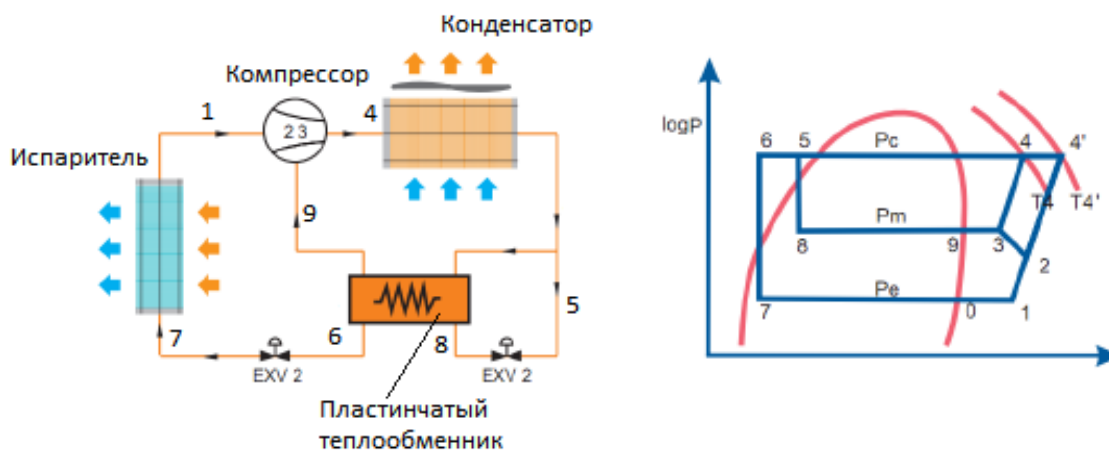

Рис.1.11
- Применение дополнительного пластинчатого теплообменника (рис.1.11) и электронно-расширительных клапанов обеспечивает общее переохлаждение до 14,5°C.